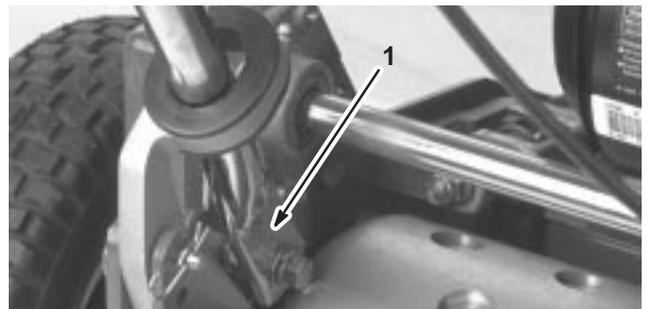

Bild 2
5. Drücken Sie die Griffenden nach innen und bauen Sie sie in die Befestigungsstifte ein (Bild 2).
- Befestigen Sie die Griffenden mit den vorher entfernten Sechskantschrauben, den Unterlegscheiben und Sicherungsscheiben an den Befestigungsstiften (Bild 2).
- Befestigen Sie die untere Seite der Griffarme an jeder Seite am Rasenmäher. Verwenden Sie die vorher abgenommenen Sechskantschrauben und Sicherungsmuttern (Bild 2). Vergessen Sie nicht, die Büchsen in den Befestigungslöchern für den Griffarm einzubauen.
- Befestigen Sie die Griffarme hinten am Rahmen. Verwenden Sie die vorher ausgebauten Splints und Ringstifte (Bild 2).